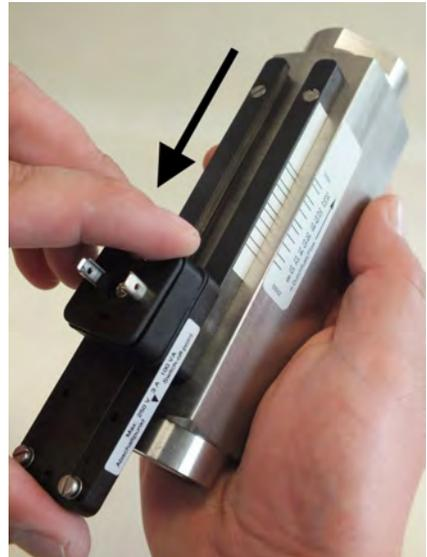

Abb. 68: Schaltkontakt aus Führung schieben
4. Den Schaltkontakt in Pfeilrichtung (Abb. 68) aus den Führungsleisten schieben